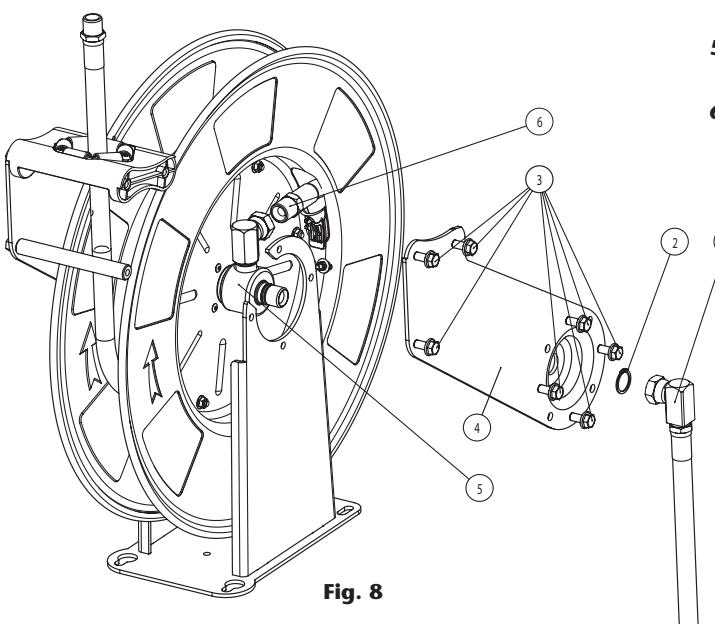
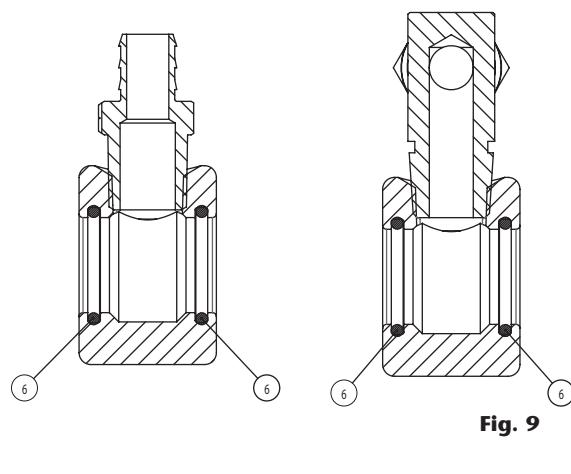

Fig. 8
Fig. 9
1. Bei komplett aufgerolltem Schlauch, lösen Sie den Schlauch vom Drehgelenk (6) (Fig. 8).
2. Lösen Sie den Eingangsschlauch (1) (Fig. 8) von der Eingangsseite des Drehgelenks und entfernen Sie den Sprengring (2) (Fig. 8).
3. Entfernen Sie die Schrauben (3) (Fig. 8) um das obere Teil vom Führungsarm (4) (Fig. 8) zu entfernen.
4. 2 Ziehen Sie das Drehgelenk (5) (Fig. 8) heraus und ersetzen Sie die Abdichtungen (6) (Fig. 9).
5. Entfernen Sie das obere Teil vom Führungsarm (4) (Fig. 8), den Sprengring (2) Fig. 8) und lösen Sie die Schrauben (3) (Fig. 8).